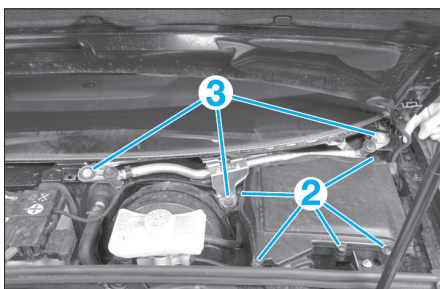

Fig. 45
- Déposer les vis de fixation (2) du carénage de protection du calculateur d'injection (Fig.45).
- Extraire le mécanisme d'essuie-vitre en déposant les fixations (3) et en débranchant le connecteur électrique.